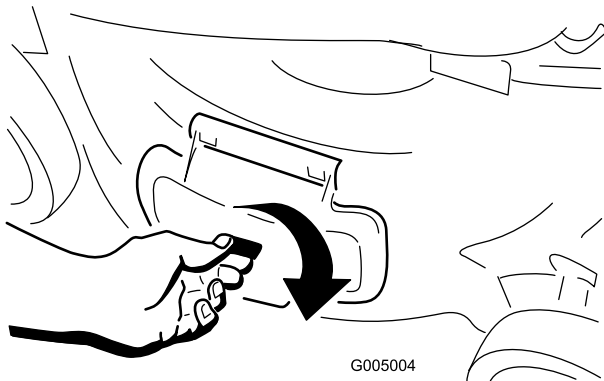

Figure 17
1. Déverrouillez le volet d'éjection latérale (Figure 17).